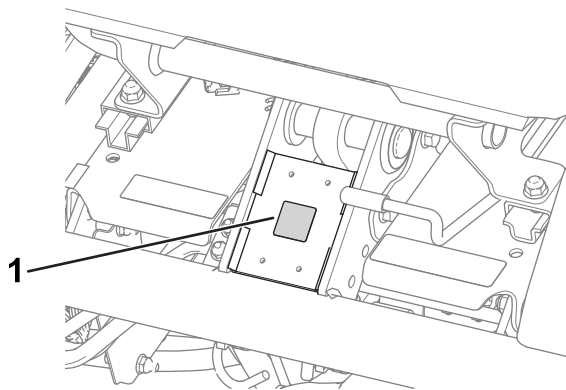

図 9
- CE マークデカルを、運転席前下のフレーム部分に貼り付ける **図 9**。